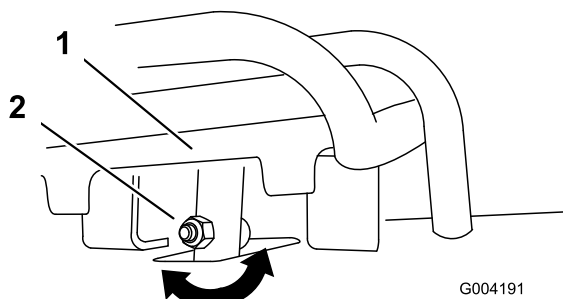
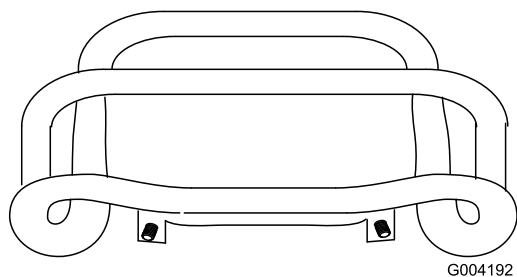

Figura 52
Figura 53
4. Se la parte anteriore del comando della trazione non rimane dritta e a filo con la barra di riferimento, allentare il dado flangiato ed il bullone nello stelo del comando della trazione (Figura 52).
5. Regolare il comando della trazione in modo che rimanga a filo con la barra di riferimento quando viene tirato all'indietro (Figura 52 e Figura 53).